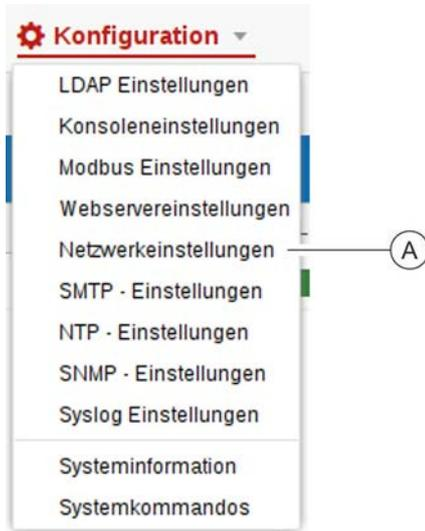

Abb. 223: Netzwerkeinstellungen aufrufen
1. Über „Konfiguration → Netzwerkeinstellungen“ die Netzwerkeinstellungen aufrufen (Abb. 223/Ⓐ).